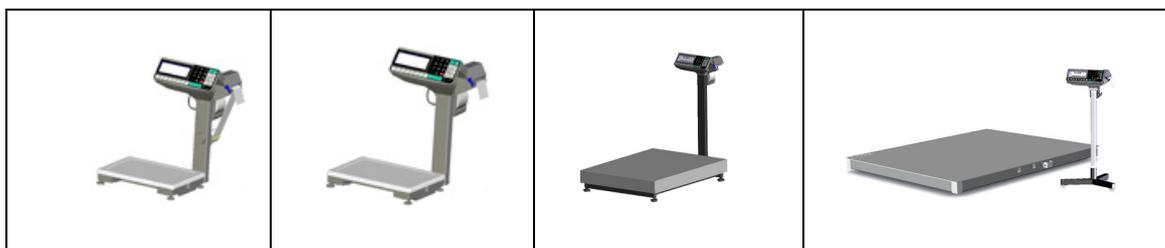

Рис. 4.7 - Общий вид терминалов RP и R2P, примеры использования
- Поднять флажок прижима бумаги (Рис. 4.7).